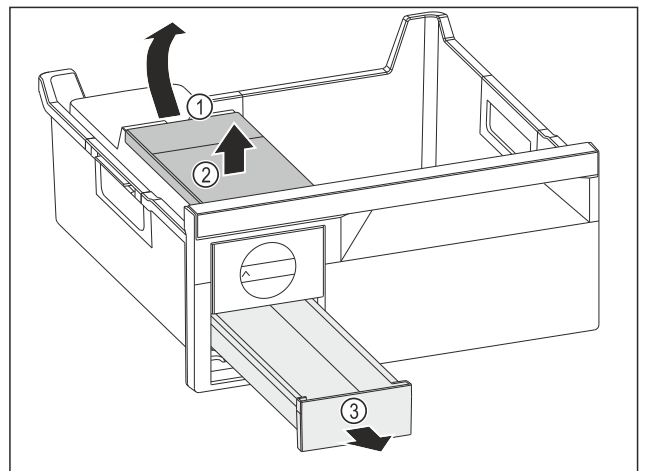

Fig. 75
- ▶ Wassertank entnehmen: Wassertank an der Aussparung Fig. 75 (1) anheben.
- ▶ Wassertank Fig. 75 (2) nach oben entnehmen.
- ▶ Eiswürfelschubfach Fig. 75 (3) nach vorne entnehmen.